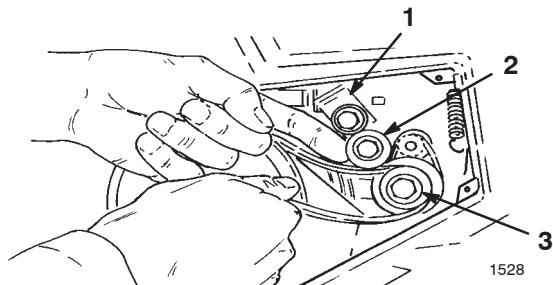

Figure 20
- Installez la courroie neuve sur la petite poulie (Fig. 20).
- Soulevez le bras de la poulie de tension et glissez la courroie sous la poulie de tension (Fig. 20).